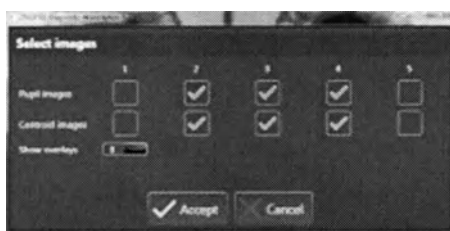

Рис. 102. Диалоговое окно *Select images* [Выбор изображений]
- ⇒ Откроется диалоговое окно *Select images* [Выбор изображений] (рис. 102).